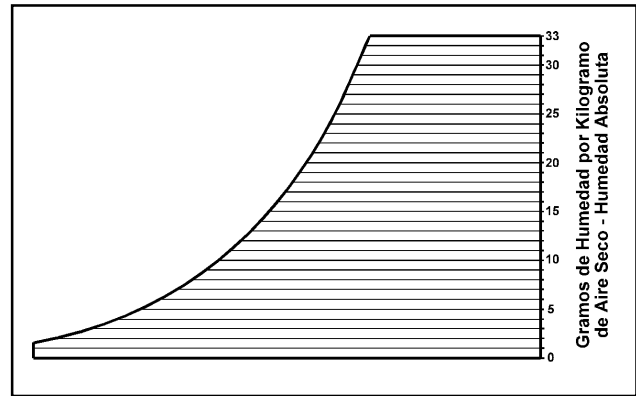

Figura 13.16 - Líneas de humedad absoluta en gramos/kg.
**5. Humedad Absoluta.-** La humedad absoluta, es el peso real de vapor de agua en el aire. También se le conoce como humedad específica. La escala de la humedad absoluta, es la escala vertical (ordenada) que se encuentra al lado derecho de la carta psicrométrica, como se indica en la figura 13.16.